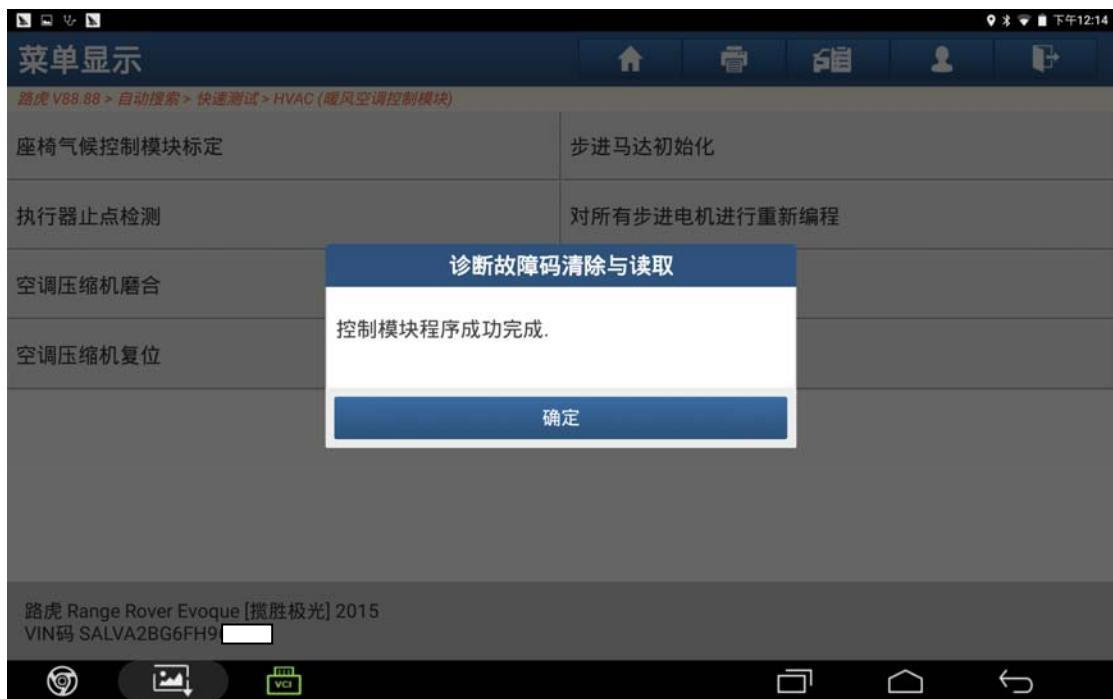

图 19
19). 设备提示“控制模块程序成功完成”，点击“确定”进入下一步（如图 19）；